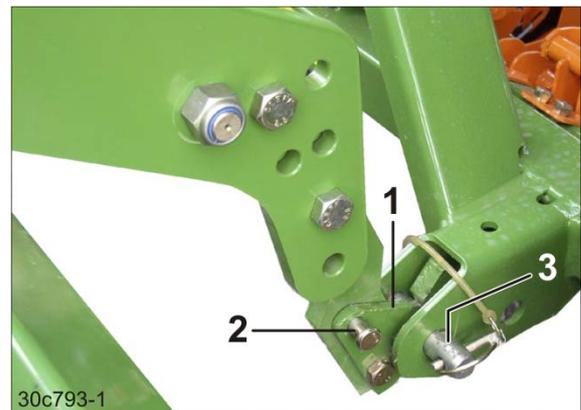

Fig. 103
2. Débloquer les pattes de blocage (Fig. 103/1).
- 2.1 Tirer les axes (Fig. 103/2) pour les sortir.
5. Réceptionner les points d'articulation inférieurs (Fig. 103/3) du semoir avec les crochets.
7. Pivoter les pattes de blocage (Fig. 103/1) et les fixer en utilisant respectivement un axe (Fig. 103/2). Goupilles les axes en sécurité.